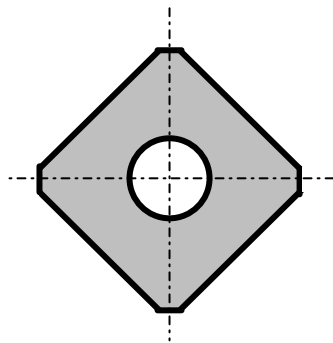

Fig. 6.8.
T.6.8. Este permisa trasarea hasurilor la un unghi diferit de 45° (exemplu fig.6.8)?